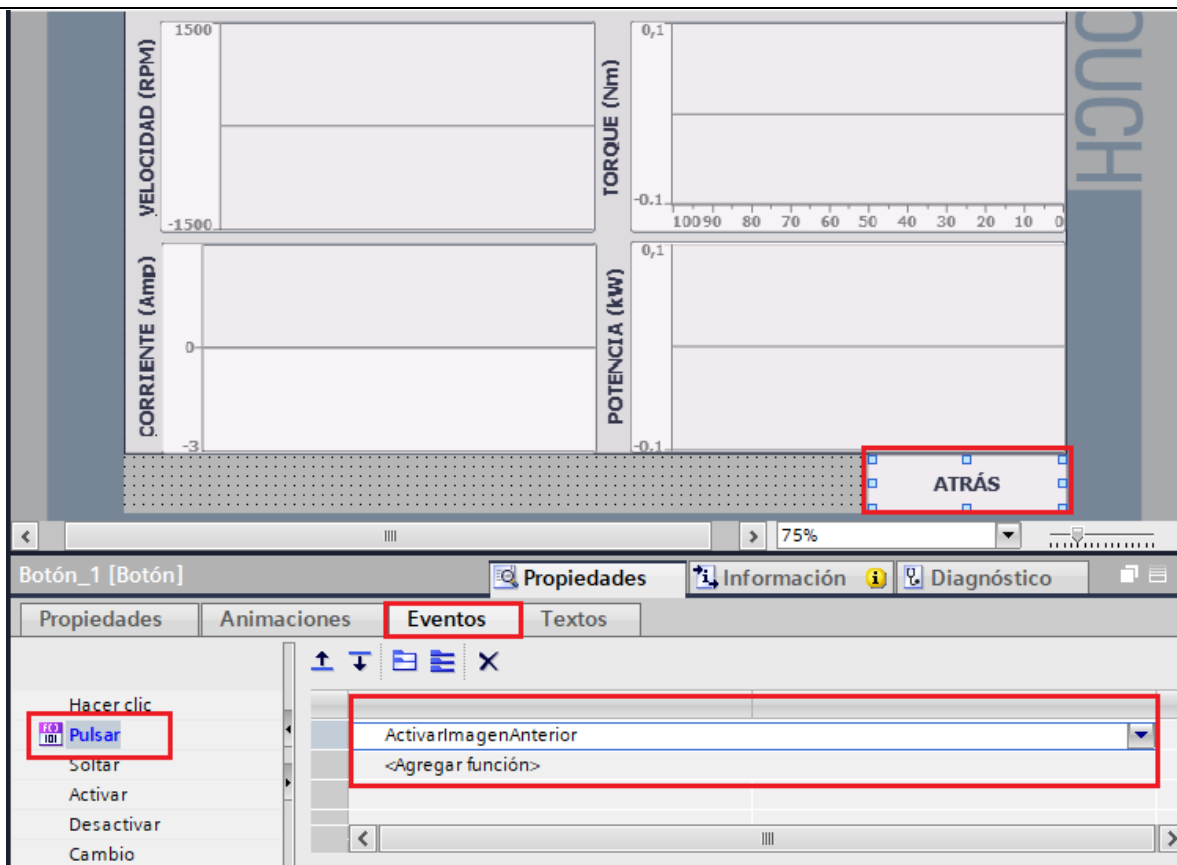

Figura 69. Configuración botón ATRÁS.
- En “<Agregar función>” seleccionar “**ActivarImagenAnterior**” (ver Figura 69).